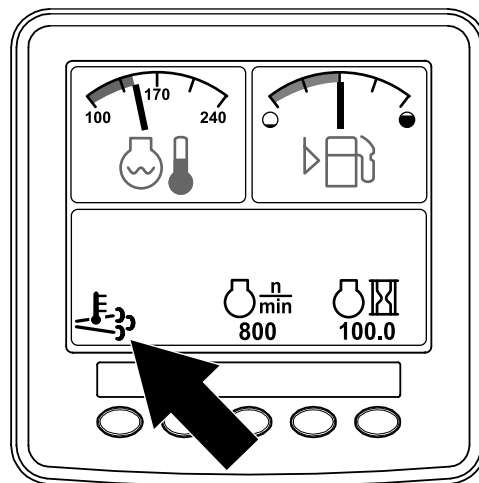

Figura 41
- El icono de temperatura alta de los gases de escape  aparece en el InfoCenter (Figura 41).